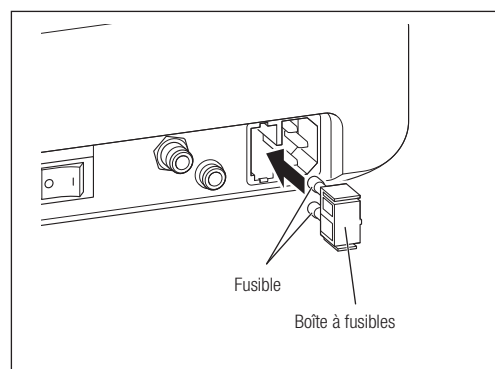

Fig. 59
- 3) Retirez le porte-fusible à l'arrière du boîtier de contrôle tout en maintenant les pointes poussées vers l'intérieur aux deux extrémités (Fig. 59).